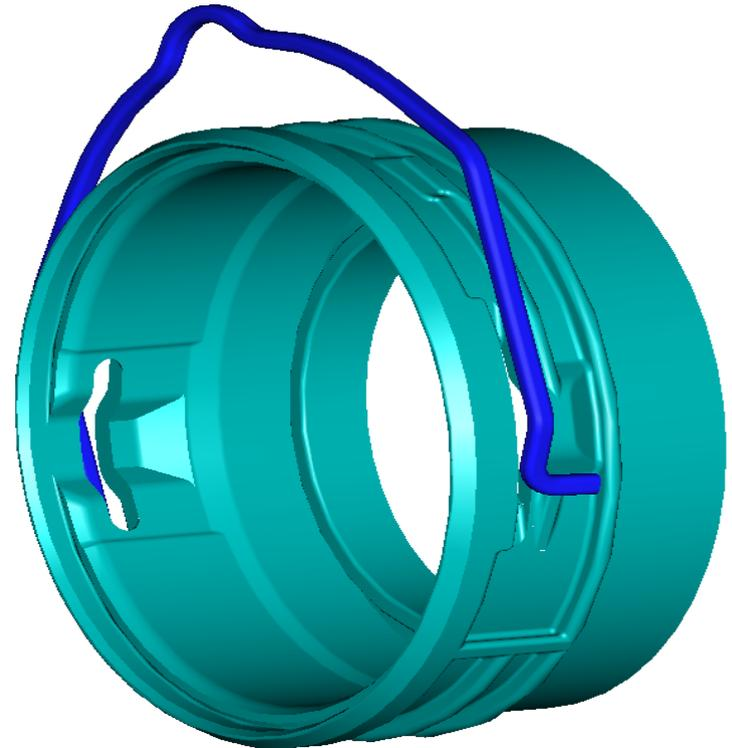

Bild 1
- Die Rastfeder in die Entriegelungsstellung bringen (siehe Bild 1)